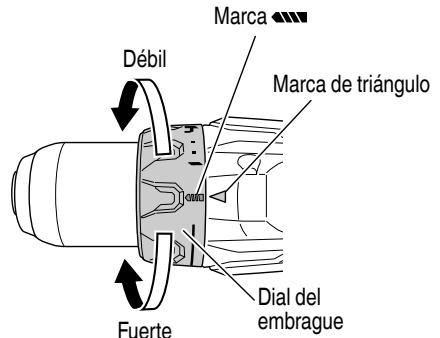

Fig. 11
6. Confirmar la posición del dial del embrague (Ver la Fig. 11).
(2) Indicación del par de apriete (Consulte la Fig. 11, 13)
(3) Ajuste del par de apriete (Consulte la Fig. 11, 13)